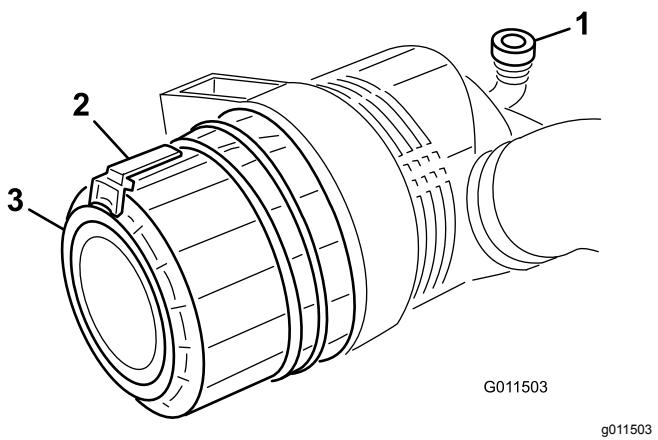

図 73
- ラッチを引いて外し、カバーを左にひねってボディーからはずす図 73。